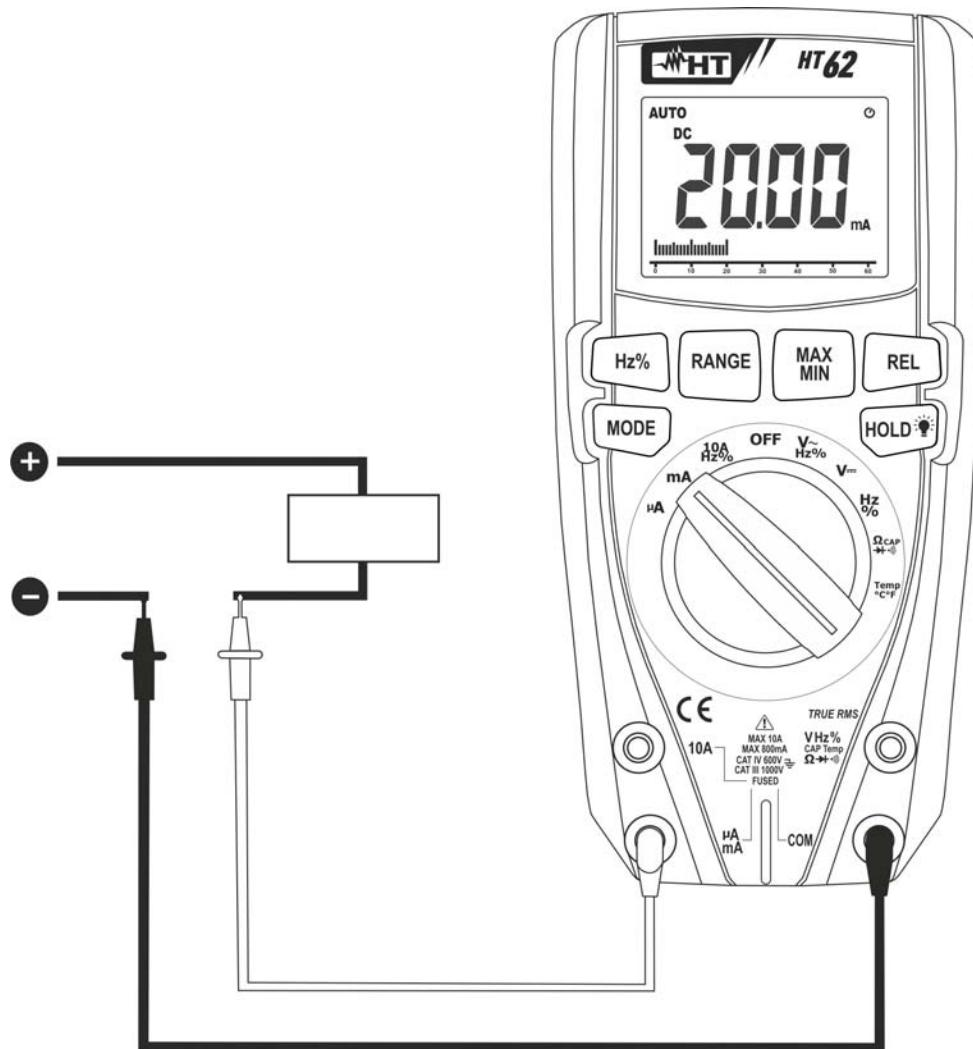

Fig. 9: Uso del instrumento para medida de Corriente CC
4. Conecte la punta roja y la punta negra en serie con el circuito del que se quiere medir la corriente respetando la polaridad y el sentido de la corriente (vea Fig. 9).
7. La visualización del símbolo "**-**" en el visualizador del instrumento indica que la corriente tiene sentido opuesto respecto a la conexión de Fig. 9.